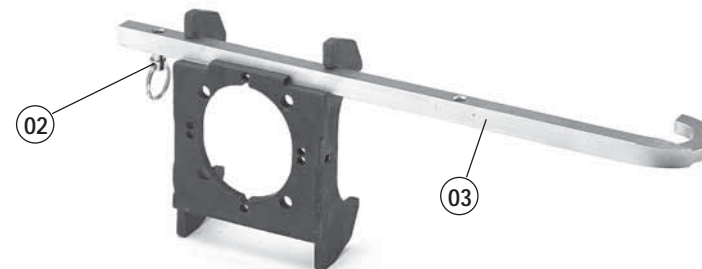

FIG. 21
- 12.1.2) Introducir la escuadra-guía de posicionamiento **SPA...** (03) correspondiente al raíl a perforar en el alojamiento correspondiente (ver Fig. 21).